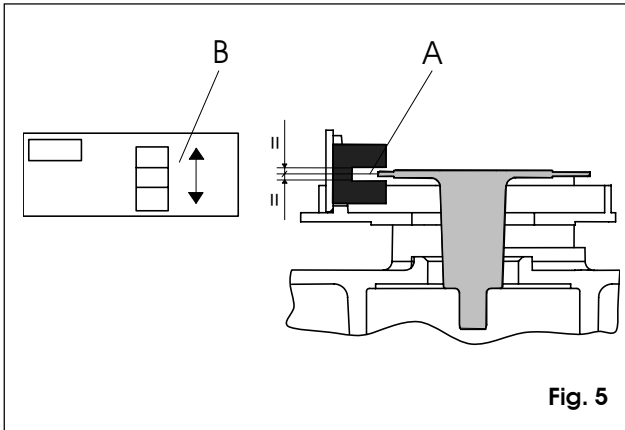

Fig. 5
- 5) Per il corretto funzionamento dell'encoder, il disco deve ruotare al centro del lettore montato sulla scheda (fig. 5 rif. A). Per una migliore centratura è possibile una regolazione in altezza del lettore (fig. 5 rif. B).
- 5) For efficient encoder operation, the disk must rotate at the centre of the reader fitted on the board (fig. 5 Ref. A). For better centring, reader height can be adjusted (fig. 5 ref. B).
- 5) Pour le fonctionnement correct de l'encodeur, le disque doit tourner au centre du lecteur monté sur la platine (fig. 5 réf. A). Pour un meilleur centrage, un réglage en hauteur du lecteur est possible (fig. 5 réf. B).
- 5) Para un correcto funcionamiento del encoder, el disco debe girar en el centro del lector montado en la tarjeta (fig. 5 ref. A). Para un mejor centrado, se puede regular la altura del lector (fig. 5 ref. B).
- 5) Für einen störungsfreien Betrieb des Encoders muß die Scheibe im Zentrum des Lesegeräts, das auf der Karte montiert ist (Abb. 5 Bez. A), drehen. Um eine korrekte Zentrierung zu gewährleisten, kann das Lesegerät in der Höhe reguliert werden (Abb. 5 Bez. B).